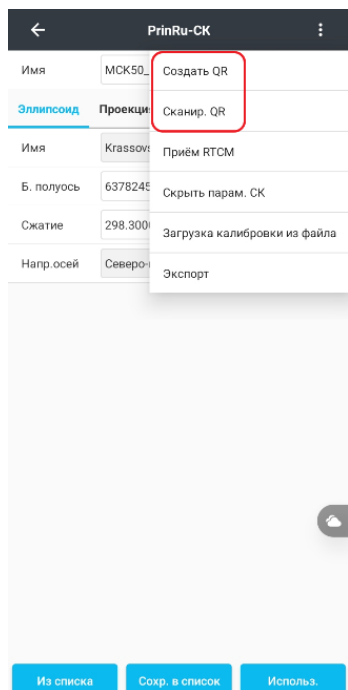

Рисунок 3.2.16
4. Выберите действие: **Создать QR** или **Сканировать QR** (Рисунок 3.2.16).